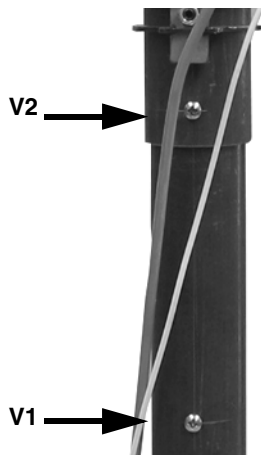

Fig. 13
- 1 Extraer los tornillos **V1** y **V2** indicados en Fig. 13.